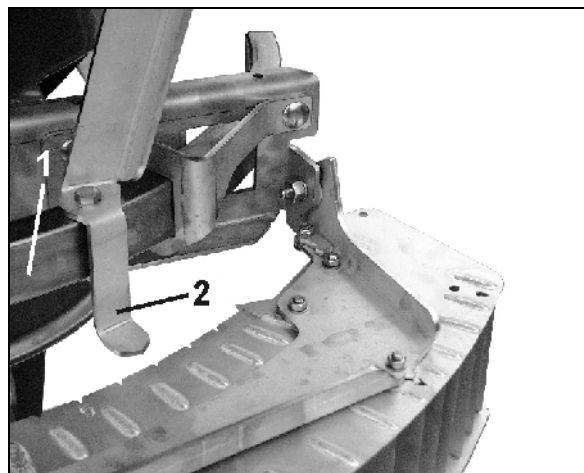

Fig. 67
2. Den Grenzstreuschirm auf dem Führungsbügel (Fig. 67/1) soweit verschieben bis der Zeiger (Fig. 67/2) auf den einzustellenden Wert aus der Streutabelle (Fig. 65) steht.